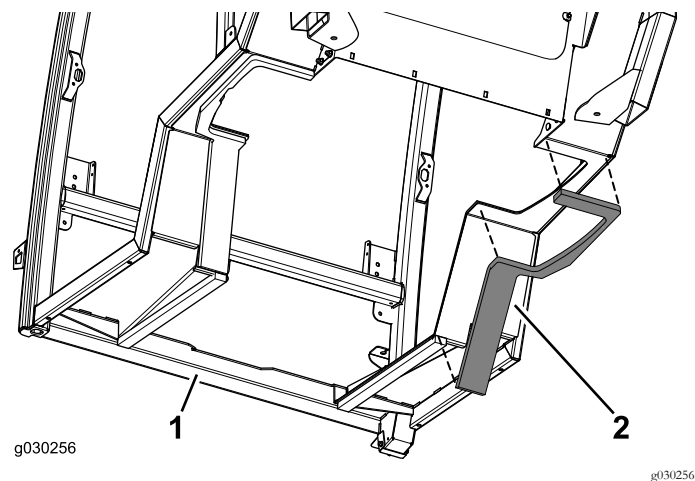

Figure 10
5. Appliquez le joint droit sur le côté droit de la cabine (Figure 10).